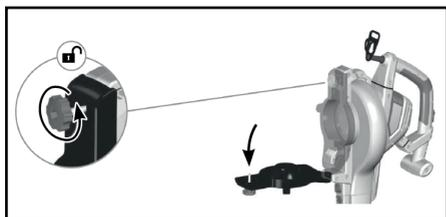

рис. 4
- Откройте защитную крышку (рис. 4)